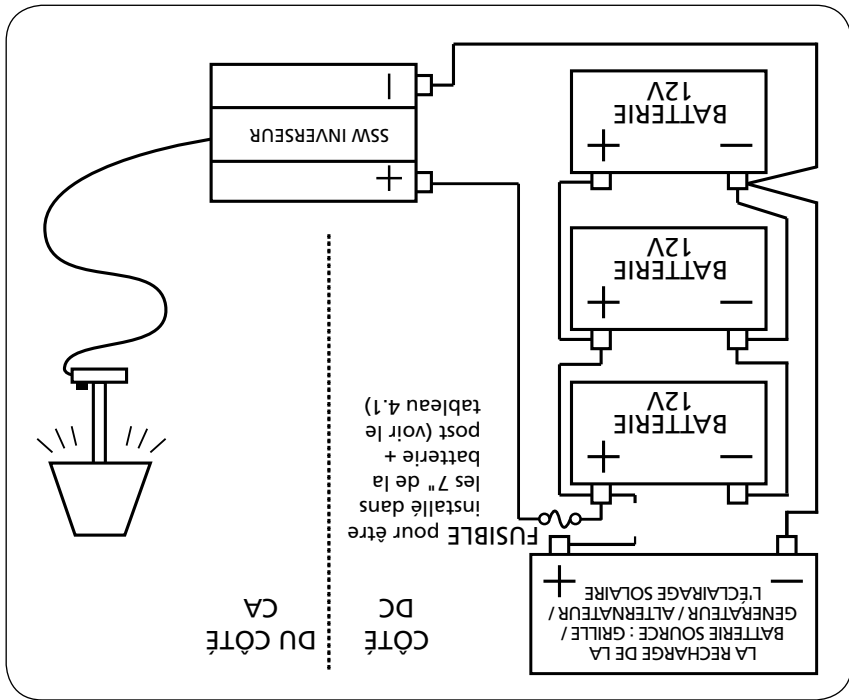

Fig. 4.2 Connexion à une source de la batterie 12V
5. Installer un porte-fusible à proximité de la borne positive (+) de la batterie (ou autre source CC), de préférence dans un délai de 7" du terminal (voir Fig. 4.2). Lorsque Marine fusible batterie nominale (MRBF) et le bloc de fusibles associé a recommandé à la colonne 5 du tableau 4.1 sont utilisés, le fusible sera installé sur le dessus de la borne positive de la batterie/goujon.
Pour le fonctionnement normal du convertisseur, la source d'alimentation CC doit fournir $> 11.0 \pm 0.3V$ et $< 15.3 \pm 0.3V$ et la quantité nécessaire de courant. Cette source d'alimentation doit être une source de courant CC régulière ou un alternateur et une batterie à décharge complète telle que l'on trouve dans les véhicules et les embarcations. La source d'alimentation CC peut également consister de deux batteries de 12 volts ou plus montées en parallèle. Pour les appareils plus importants, la source peut consister de plusieurs batteries reliées en parallèle telles que montrées dans Fig. 4.2.
Il est obligatoire d'installer la taille appropriée des Fusibles CC externe comme à proximité de la borne positive de la batterie que possible, de préférence dans un délai de 7 pouces pour protéger contre le risque d'incendie dû à un court-circuit sur le câble de batterie exécuter (voir Fig 4.2). Une batterie est une source de courant qui peut limiter des milliers d'ampères de courant en cas de court-circuit. Si un court-circuit survient dans le parcours de câble à un point entre la batterie et le convertisseur, la section du câble allant de la batterie au point de court-circuit seront nourris avec des milliers d'ampères de courant, la section du câble surchauffera / fondre et est susceptible de provoquer un incendie. Il est donc recommandé que le fusible / fusible Assemblée devrait avoir ampère interrompre (AIC) de capacité d'au moins 10 000 A. Classe-T le fusible / porte-fusible fabriqués par différents fabricants ou Marine fusible batterie nominale (MRBF) faite par Eaton Bussmann et distribué par Samlex Amérique / Systèmes de Mer Bleue peut être considérée.